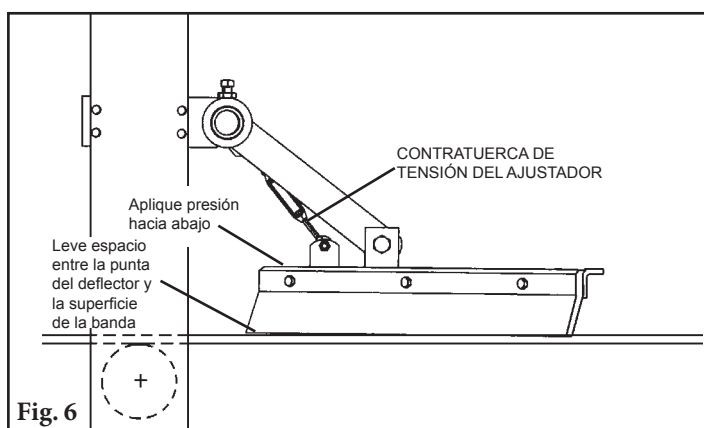

Fig. 6
**PASO 6. Coloque el deflector en V a la banda.** Mientras aplica presión hacia abajo a la punta del deflector, gire el ajustador para que la punta apenas se empiece a levantar de la superficie de la banda (aproximadamente 2-5 mm). Apriete la contratuerca del ajustador (Fig. 6).